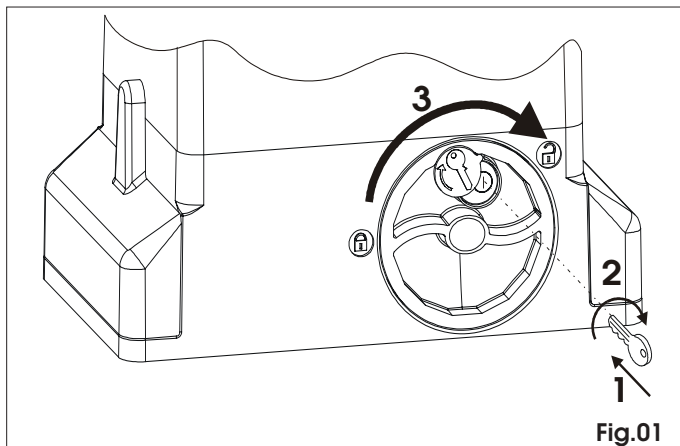

Fig.01
- 1) Steek de bijgeleverde sleutel erin en draai hem met de klok mee zoals aangegeven op Fig.01 ref.1 en 2.
- 2) Draai het ontgrendelsysteem met de klok mee tot de mechanische aanslag, Fig.01 ref.3.